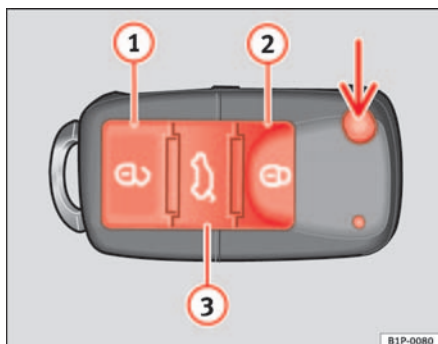
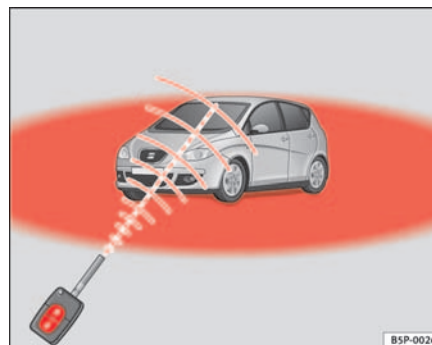

Abb. 64 Tastenbelegung Funkschlüssel
Abb. 65 Wirkungsbereich der Funk-Fernbedienung
Mit der Taste \Rightarrow Abb. 64 (Pfeil) der Fernbedienung wird der Schlüsselbart ausgeklappt.
Fahrzeug entriegeln \Rightarrow Abb. 64 ①.
Fahrzeug verriegeln \Rightarrow Abb. 64 ②.
Heckklappe entriegeln. Drücken Sie die Taste \Rightarrow Abb. 64 ③, bis alle Blinkleuchten am Fahrzeug kurz aufleuchten. Nach Drücken der Entriegelungstaste \Rightarrow ③ können Sie die Heckklappe innerhalb von 2 Minuten öffnen. Nach Ablauf dieser Zeit wird die Heckklappe wieder verriegelt.
Zudem blinkt die Batterie-Kontrollleuchte des Schlüssels \Rightarrow Abb. 64 auf.
Bei einmaligem Drücken der Taste \Rightarrow Abb. 64 ①, wird nur die Fahrertür geöffnet. Alle anderen Türen bleiben verriegelt.
Bei zweimaligem Drücken der Taste  ⇒ Seite 101, Abb. 64  werden alle Türen entriegelt.
- Die Funk-Fernbedienung funktioniert nur, wenn Sie sich im Wirkungsbereich befinden ⇒ Seite 101, Abb. 65 (rote Fläche).
- Verwenden Sie die beiden Schlüssel, die mit dem Fahrzeug ausgehändigt werden, den Funkschlüssel und den normalen Schlüssel ⇒ Seite 101, Abb. 64 ⇒ Seite 101, Abb. 65.
- Verriegeln Sie das Fahrzeug mit dem Schlüssel mit Funk-Fernbedienung ⇒ Seite 101, Abb. 64 ⇒ Seite 101, Abb. 65 über das Schloss in der Fahrertür.